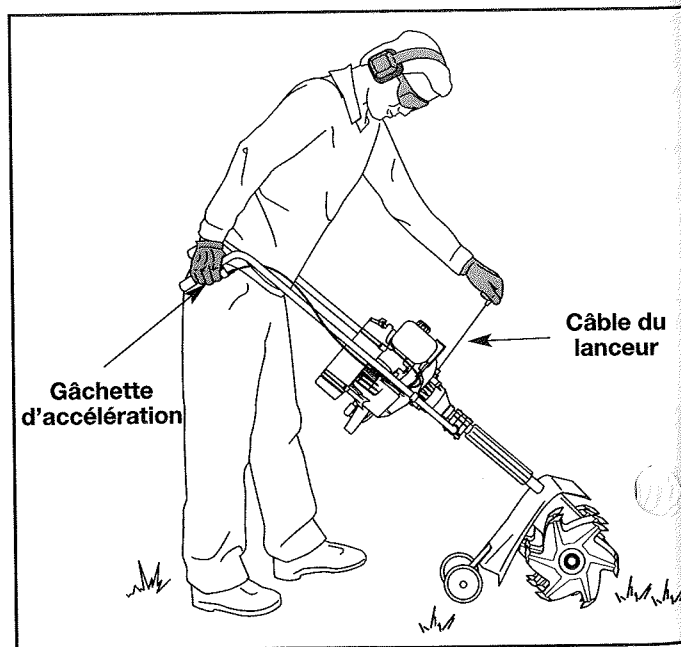

Fig. 17
5. Tout en appuyant sur la manette pour la mettre à pleins gaz, saisissez la corde de démarrage et tirez dessus brusquement (Fig. 17). Continuez de tirer jusqu'à ce que le moteur semble vouloir démarrer (après 2 à 5 coups).
7. Tirez énergiquement sur le câble du lanceur 1 à 3 fois pour démarrer le moteur (Fig. 17).
**NOTE :** Si le moteur est noyé lors de la tentative de démarrage, mettez le levier du starter en position pleine puissance (C). Appuyez sur la gâchette de l'accélérateur. Tirez énergiquement sur le câble du lanceur. Le moteur doit démarrer après 3 (trois) à 8 (huit) tentatives.
1. Lâchez la gâchette de l'accélérateur (Fig. 17). Laissez le moteur refroidir en tournant au ralenti.